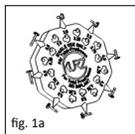

fig. 1a
■ fig. 1a,1b/2 Le Sizer Disk (fig. 1a,1b) pour prothèses totales est doté de huit gabarits de différentes longueurs (3-7 mm) disposés en satellites sur son pourtour. La longueur est indiquée sur la face arrière de chaque gabarit (fig. 2). Les encoches et les trous réduisent le poids du gabarit et permettent de mieux voir l'intérieur de l'oreille pendant la mesure.